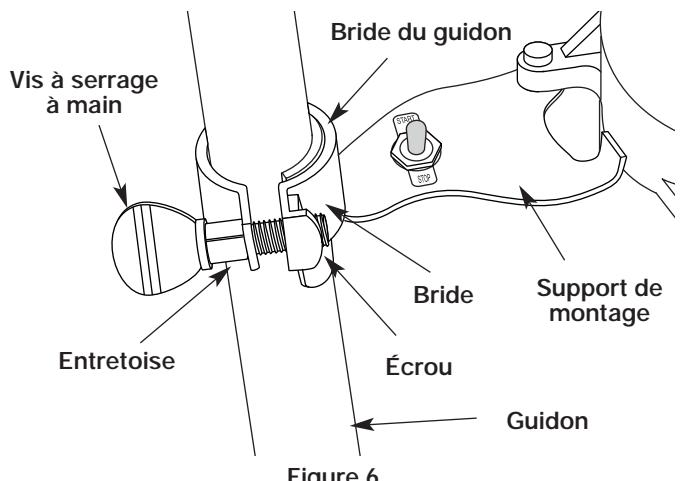

Figure 6
5. Glissez les deux (2) brides du guidon vers le bas pour les passer par-dessus les supports de montage (Fig. 6).
6. Centrez le guidon et serrez les deux (2) brides et leurs quatre (4) vis uniformément jusqu'à ce que le guidon soit bien fixé (Fig. 6 et 7).